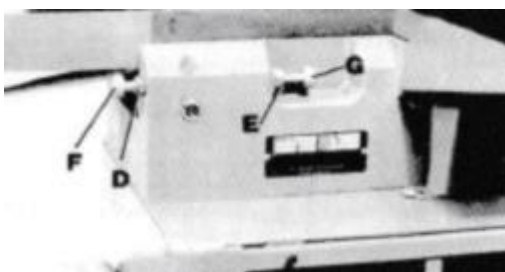

Рис. 26 Регулировка упоров
Для регулировки упоров просто ослабьте две контргайки (D) и (E), Рис. 26, и поверните два регулировочных винта (F) и (G) нужным образом. Обрато затяните контргайки (D) и (E).